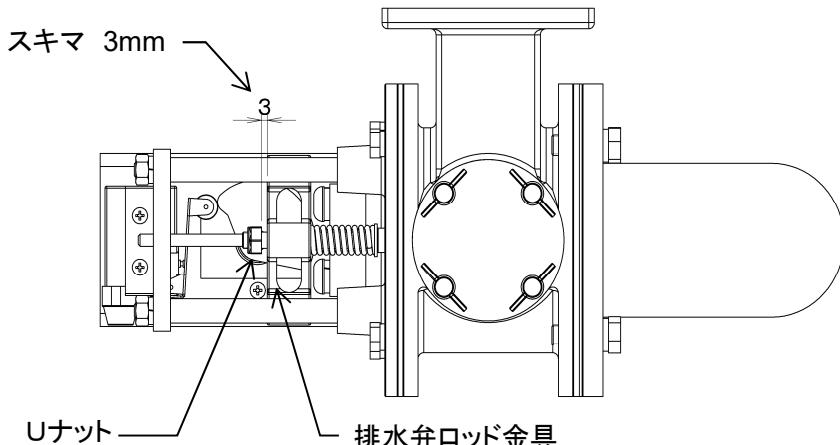

図8-17
- ・ 排水弁の押し代調整をおこないます。(図8-17)
- ・ ⑯排水弁ロッド金具と⑰Uナットとのスキマが3mmになるようにナットを調整します。